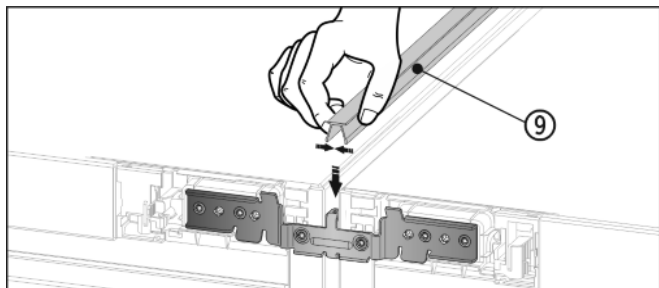

Fig. 13
- ▶ От горната страна притиснете късата покривна лайсна Fig. 13 (9) в хоризонталния процеп.